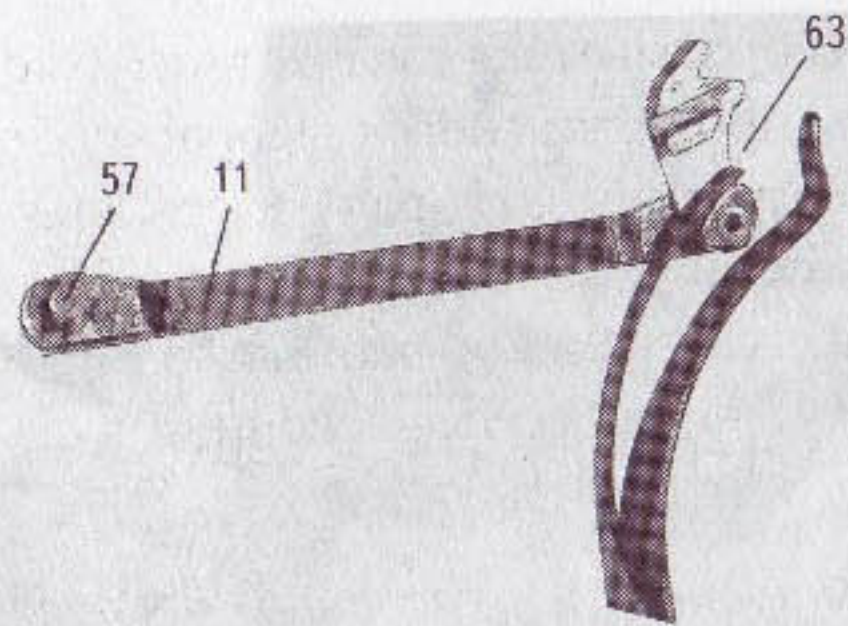

Рис. 332. Особенность постановки боевой пружины при сборке: малое перо боевой пружины (63) должно помещаться на пяточке рычага взвода
- ◆ после постановки курка правильно поставить боевую пружину. Она должна «сесть» своим отверстием на кольцевой прилив (выступ с резьбовым отверстием) задней стенки основания рукоятки (25 на рис. 293), быть закрепленной задвижкой боевой пружины, *малое узкое перо боевой пружины должно помещаться на пяточке рычага взвода* (рис. 332);